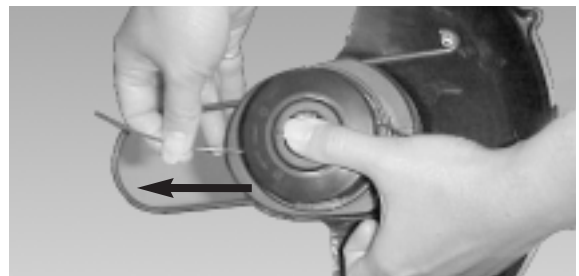

Fig. 9
1. Antes de encender el orillador de pasto la primera vez , asegúrese que el hilo de nylon toque o exceda la longitud hacia la navaja que cortara el hilo en la guarda protectora. Si el hilo no es suficientemente largo, presione el botón del cabezal y al mismo tiempo jale el hilo de nylon ( Fig. 9).